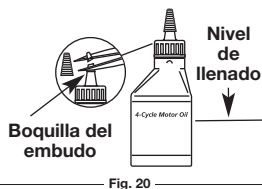

Fig. 20
Su unidad trae una botella de aceite SAE 30 SJ de 60 ml (2,2 onzas fluidas) (Fig. 20).
1. Desenrosque la tapa de la botella de aceite y retire el sello de papel que cubre la apertura. Vuelva a colocar la tapa. Corte la punta de la boquilla del embudo (Fig. 20).